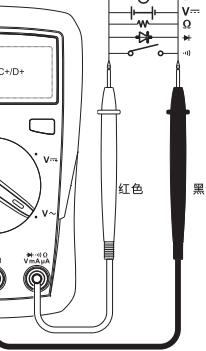

图2b
1. 直流电压与交流电压测量(见图2b)
2. 电阻测量(见图2b)：
3. 电路通断测量(见图2b)
4. 二极管测量(见图2b)